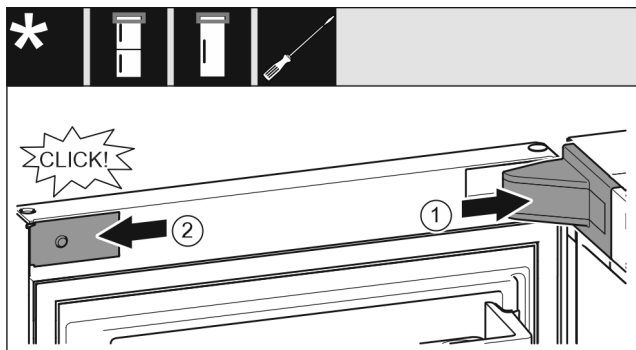

Fig. 24
- ▶ Applicare e innestare la copertura del blocco di supporto Fig. 24 (1), eventualmente staccarle l'una dall'altra con cautela.
- ▶ Applicare la maschera Fig. 24 (2) sui lati e innestarla.